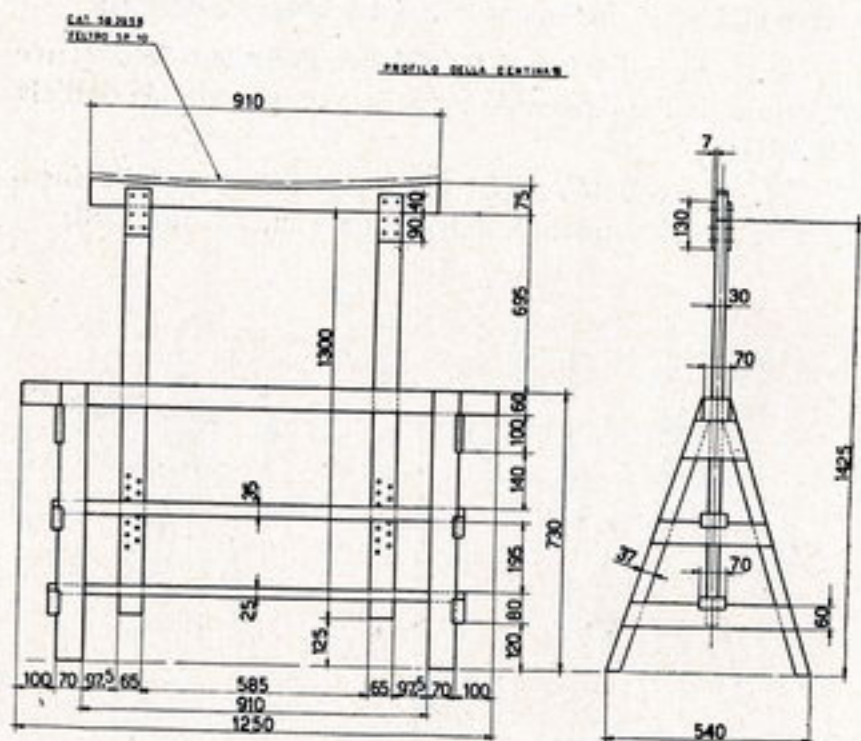

Fig. 39. — Cavalletti regolabili sostegno ali.
N. 2 cavalletti regolabili per l'appoggio delle ali (fig. 39);
Le due semiali devono essere sollevate e portate con i propri attacchi in prossimità di quelli del tronco centrale facendo poggiare l'altra estremità sul cavalletto indicato nella fig. 39.